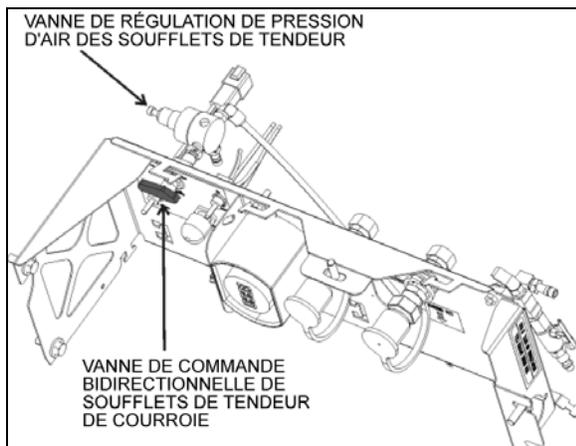

FIGURE 27: SOUPAPE DE COMMANDE DU TENDEUR DE COURROIE – SÉRIE H
2. Pour les véhicules équipés d'un troisième alternateur, la tension de la courroie est aussi appliquée grâce à un soufflet pneumatique (Figure 25). Tourner la soupape de commande à deux voies du tendeur de courroies dans le sens antihoraire pour libérer la pression du soufflet (Figure 27).
Pour les véhicules de la série H équipés d'un 3e alternateur, (Figure 25) la tension de la courroie est aussi appliquée grâce à un soufflet pneumatique ajusté par un régulateur de pression d'air (Figure 27). La pression adéquate de 45 psi est réglée en usine. Vérifier
La tension de la courroie est appliquée grâce à un soufflet pneumatique qui est ajusté par un régulateur de pression d'air (Figure 27). La pression adéquate de 45 psi est réglée en usine. Vérifier périodiquement la pression du régulateur avec un manomètre et corriger au besoin.